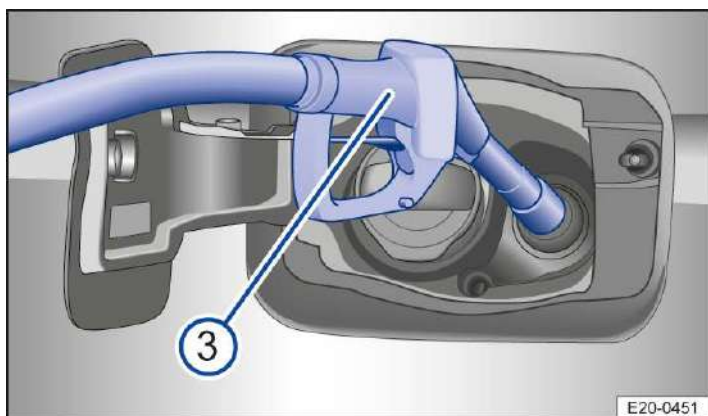

Abb. 3 Hinter der Tankklappe: AdBlue tanken
1. Um eine optimale Betankung zu gewährleisten, Griff der AdBlue®-Zapfpistole nach unten halten → *Abb. 3* **(3)**.